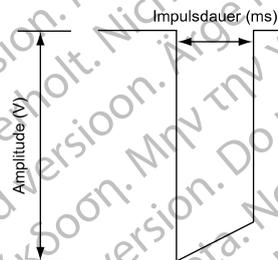

Abbildung 2–6. Impulsform
Wenn die atriale Frequenz die MTR übersteigt, wird die AV-Verzögerung allmählich verlängert (AV'), bis irgendwann bei einer P-Welle kein Tracking mehr erfolgt, da sie in die atriale Refraktärzeit fällt (Abbildung 2–3 Wenckebach-Verhalten an der MTR auf Seite 2-11). Dies führt zu einem gelegentlichen Verlust des 1:1-Trackings, wenn das Aggregat die ventrikuläre
Beim Auftreten einer intrinsischen Überleitung behält das Aggregat die A–A-Stimulationsfrequenz bei, indem es das V–A-Intervall verlängert. Diese Verlängerung wird von der Größe des Unterschieds zwischen der AV-Verzögerung und der intrinsischen ventrikulären Überleitung bestimmt. Dies wird häufig als „Modifiziertes vorhofbasiertes Timing“ bezeichnet (Abbildung 2–5 VA-Intervall-Erweiterung und MSR auf Seite 2-12).
- Die an das Herz abgegebene Energie ist direkt proportional zur Impulsdauer; eine Verdopplung der Impulsdauer verdoppelt die abgegebene Energie. Daher kann die Programmierung einer geringeren Impulsdauer bei Beachtung einer angemessenen Sicherheitsmarge die Funktionsdauer der Batterie verlängern. Achten Sie bei der Programmierung permanenter Impulsdauer-Werte unter 0,3 ms darauf, einen Stimulationsverlust (Loss of Capture) zu vermeiden (Abbildung 2–6 Impulsform auf Seite 2-13).
Die Impulsamplitude, oder die Spannung des Stimulationsimpulses, wird an der Anstiegsflanke des Stimulationsimpulses gemessen (Abbildung 2–6 Impulsform auf Seite 2-13).
Wenn der Test erfolgreich ist, wird die Atriale Amplitude auf das Zweifache der höchsten Reizschwelle eingestellt, die in den letzten 7 erfolgreichen ambulanten Tests gemessen wurde (Ausgangs-Amplitude zwischen 2,0 V und 5,0 V). Es werden sieben Tests verwendet, um Auswirkungen des zirkadianen Rhythmus auf die Reizschwelle zu berücksichtigen und eine angemessene Sicherheitsmarge sicherzustellen. Dies erlaubt auch eine schnelle Erhöhung der Stimulationsenergie infolge eines plötzlichen Anstiegs der Reizschwelle, während zur Senkung der Energie beständig niedrigere Reizschwellenwerte vorliegen müssen (d. h. ein einzelner niedriger Reizschwellenwert bewirkt keine Senkung der Stimulationsenergie) (Abbildung 2–7 Auswirkung der Reizschwellenänderung auf die RAAT-Stimulationsenergie auf Seite 2-15).